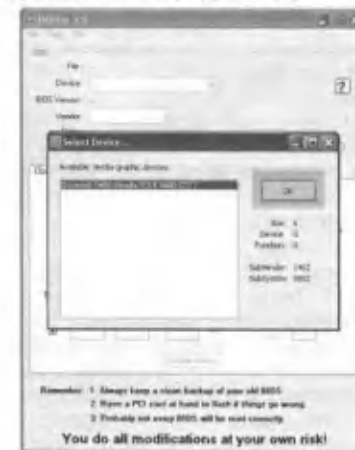

рис.3
3. Указываем видеокарту и подтверждаем выбор ((рис.3)).